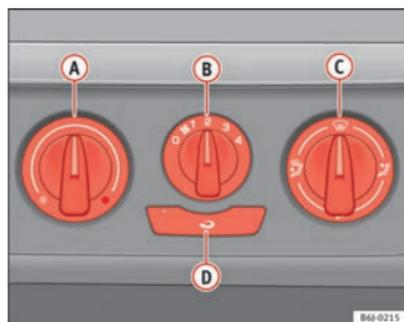

Fig. 90 Mandos de la calefacción en el tablero de instrumentos
- Con los reguladores **A** y **C** y con el mando **B** ⇒ fig. 90 se regula la temperatura, la distribución del aire y la velocidad de la turbina.